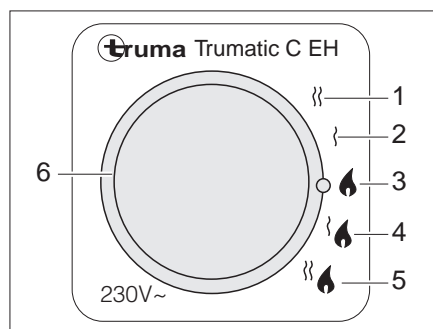

Fig. 210 Selettore di energia per riscaldamento/boiler
Il boiler è integrato nel riscaldamento e funziona a gas (funzionamento a gas) o a gas o a corrente (funzionamento a gas e funzionamento elettrico a 230 V). Il boiler si accende dalla centralina di controllo (Fig. 209) con l'interruttore girevole (Fig. 209,2). Sul selettore di energia (Fig. 210) viene preselezionato il tipo di energia (funzionamento a gas e funzionamento elettrico a 230 V).
- Funzionamento a gas (Fig. 210,3)
- Funzionamento elettrico a 230 V con livello di potenza 900 W (Fig. 210,2) o 1800 W (Fig. 210,1)
- Funzionamento a gas ed elettrico a 230 V (funzionamento misto) con livello di potenza 900 W (Fig. 210,4) o 1800 W (Fig. 210,5)
Selezionando il funzionamento elettrico a 230 V, la spia di controllo gialla (Fig. 210,6) si accende.